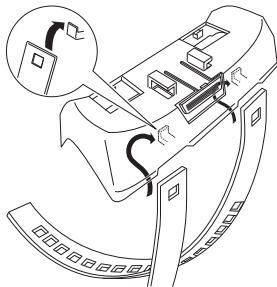

Fig. 15
1. Accrochez la sangle au support. (Fig. 15)